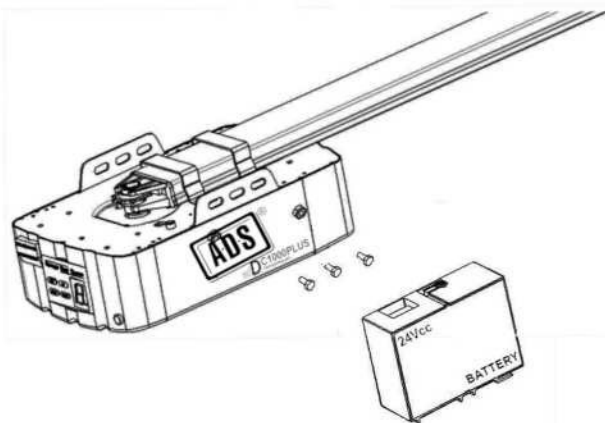

Fig.16
- 1.Ensamble la Batería de Respaldo y el Soporte de la Batería como en la imagen, fije con los Tornillos suministrados (Fig.16).